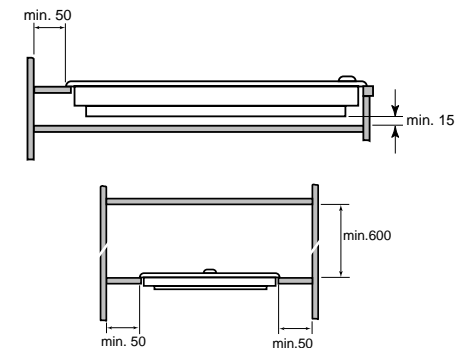

Abb. 14
Wegen Feuergefahr muß bei der Aufstellung der DOMINO-Geräte ein Mindestabstand (siehe Abb. 14) zwischen Gerät und eventuellen entflammaren Wänden, z.B. von hohen Schränken, berücksichtigt werden.
**Achtung! Beim Grill muß der Abstand mindestens 12 cm betragen.** Der Abstand zwischen Gerät und Unterkante einer eventuellen Dunstabzugshaube muß mindestens 60 cm betragen (siehe Abb. 14).